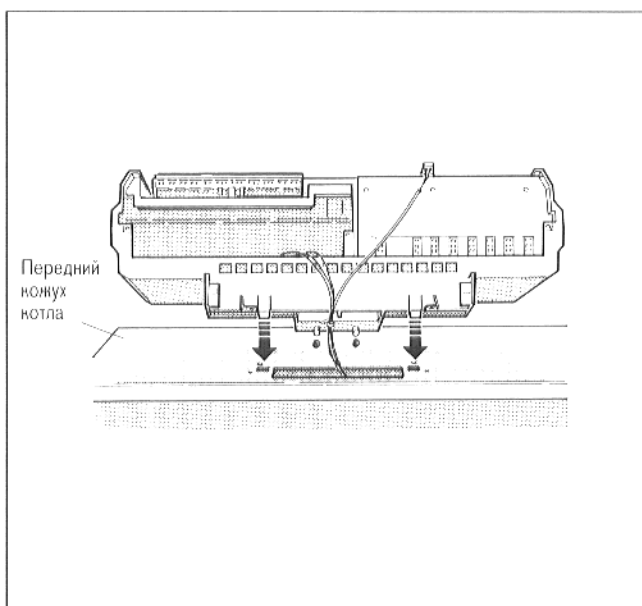

Рис. 37 – установка регулятора
- Насадить регулятор на передний кожух котла так, чтобы вставные крючки на нижней части регулятора вошли в овальные отверстия (см. рис. 37).